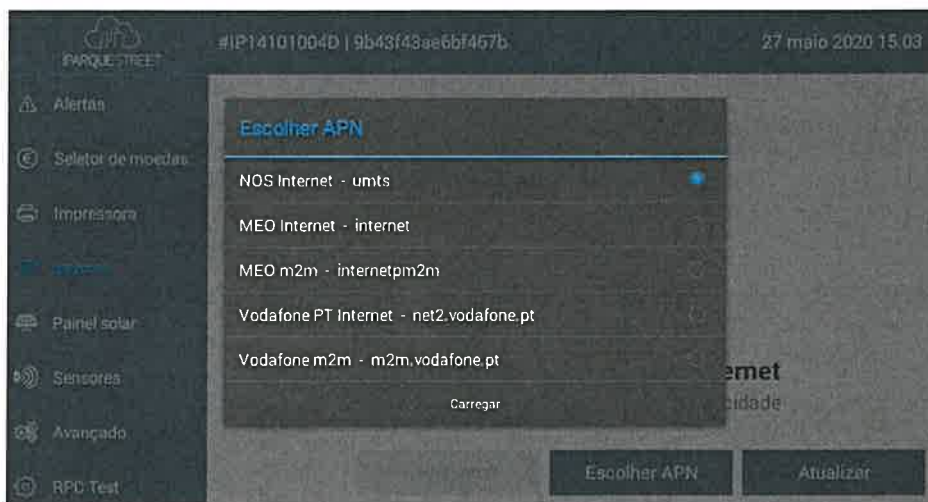

Figura 23 - Lista de APNs dos operadores de telecomunicação nacionais.
- **Escolher APN** – Permite escolher a APN de uma lista dos operadores nacionais de telecomunicações, como ilustrado na Figura 23;